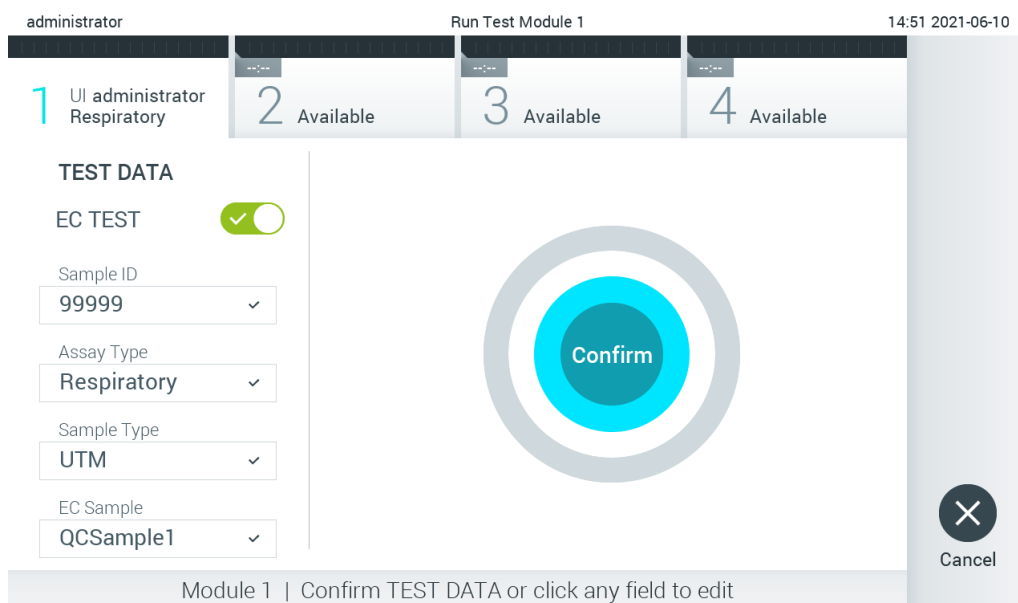

Bild 93. Skärmen Confirm (Bekräfta).
7. Skärmen Confirm (Bekräfta) visas. Granska inmatade data och utför alla nödvändiga ändringar genom trycka på motsvarande fält på pekskärmen och redigera informationen (bild 93).